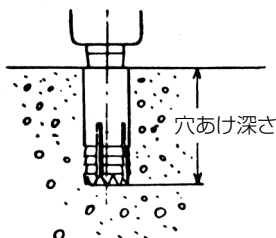

図 9
- (2) スイッチを入れ、自穿孔アンカーで下穴をあけます。（図 9）